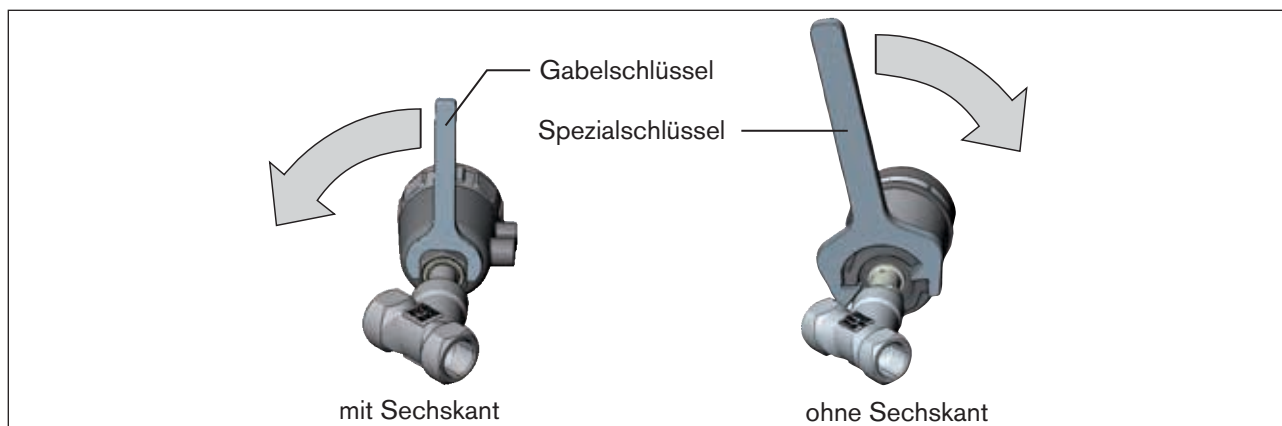

Bild 17: Drehen mit Spezienschlüssel / Gabelschlüssel
- ▶ Das Antriebsmodul **nur im vorgegebenen Richtungssinn** drehen (siehe „Bild 17“) !